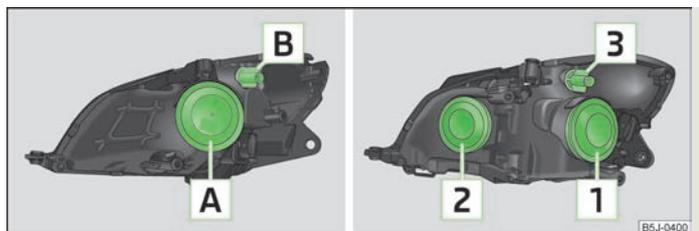

Fig. 143 Disposition des ampoules : Phares halogène/phares-projecteurs halogène
- Retirer le recouvrement en caoutchouc **A** » fig. 143.
- Retirer le cache en caoutchouc  » fig. 143.
- Poussez la douille  » fig. 143 ou la douille  jusqu'à la butée en sens **antihoraire** et retirez-la avec l'ampoule du clignotant.
- Retirer le recouvrement en caoutchouc  » fig. 143 ou .